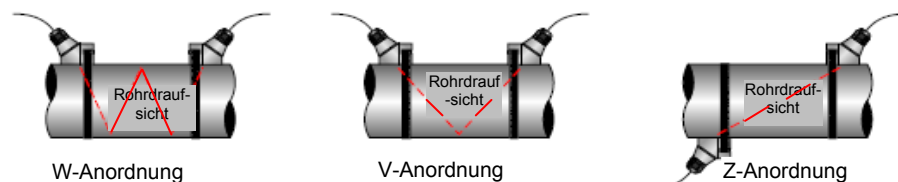

Abb. 1: Konfigurierungen für die Laufzeitsensormontage
- 1) Allgemein ist immer ein Installationsort an der Rohrleitung zu wählen, der vor dem Gerät eine gerade verlaufende Rohrlänge von mindestens des 10fachen des Rohrdurchmessers aufweist und das 5fache des Rohrdurchmessers an gerade verlaufender Rohrlänge nach dem Gerät. Siehe Abbildung 1 für weitere Konfigurierungen.